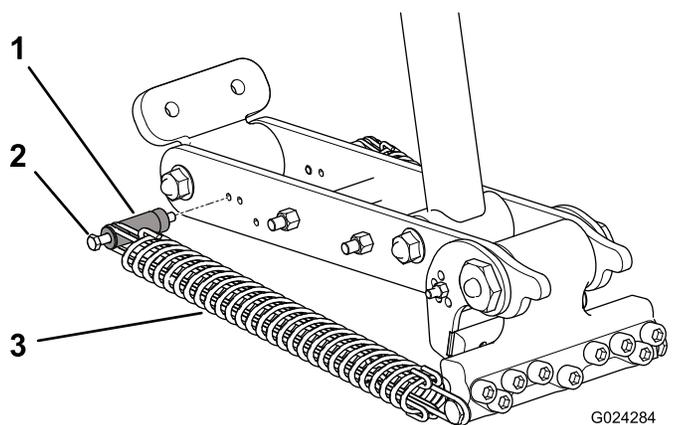
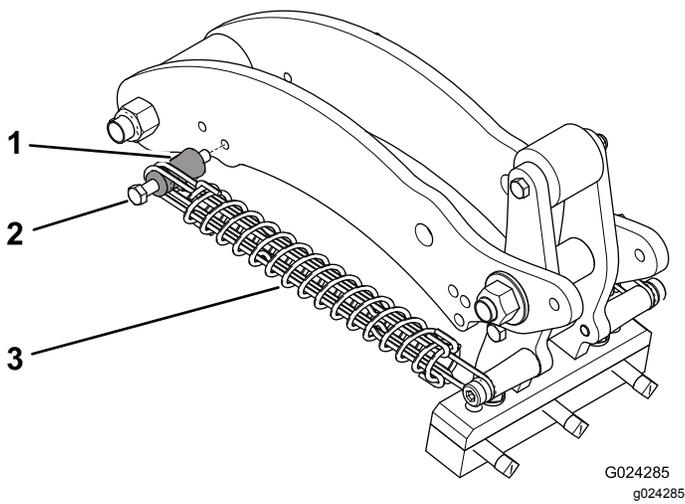

图42
图43
4. 卸下将弹簧安装杆螺栓固定至连杆臂的螺母图42 或图43。
- 从连杆臂上卸下安装杆螺栓和安装杆重新将它们插入另一个调节孔图42 或图43。